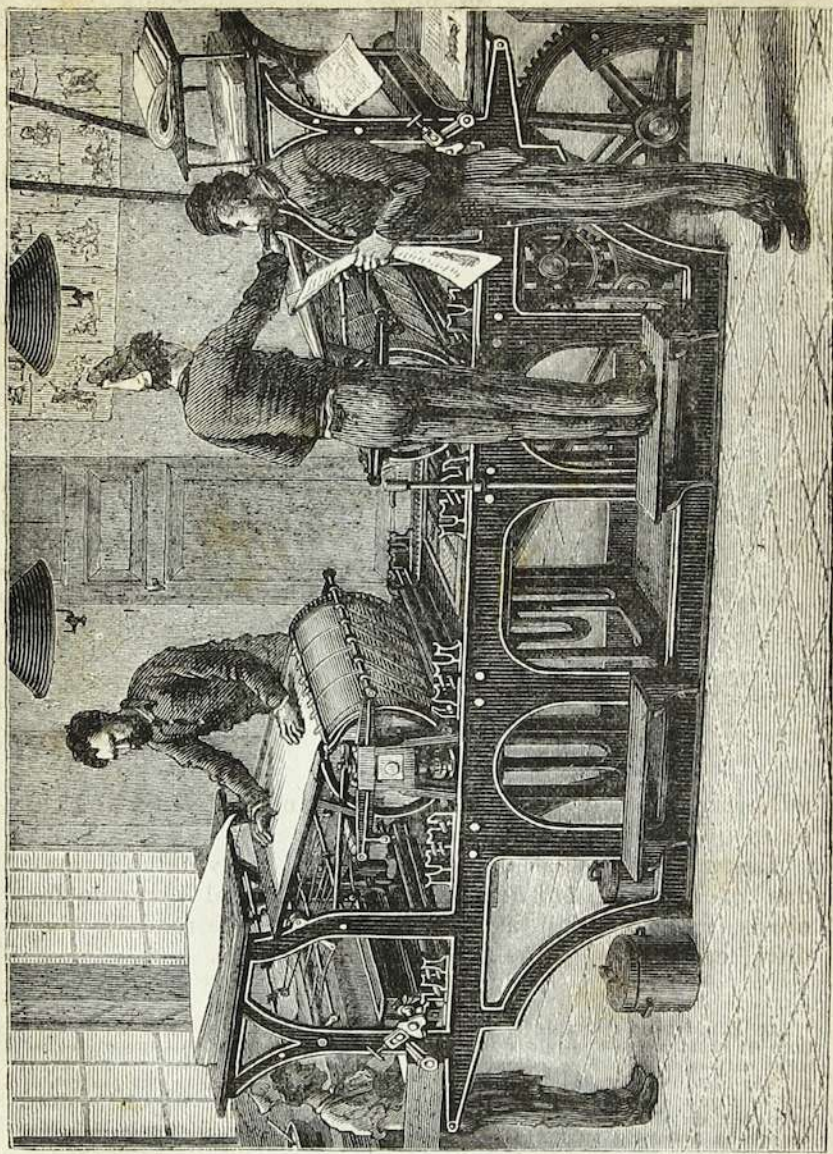

Fig. 161. — Prensa mecánica.
*tores* que indican las faltas que se han cometido en la composicion. Los tipógrafos sacan de la forma las letras defectuosas, las sustituyen con otras, corrigen los defectos y los prensistas imprimen despues las hojas ensargadas. Las tiradas se hacen hoy dia compresas de vapor (fig. 161) que imprimen con extrema rapidez.